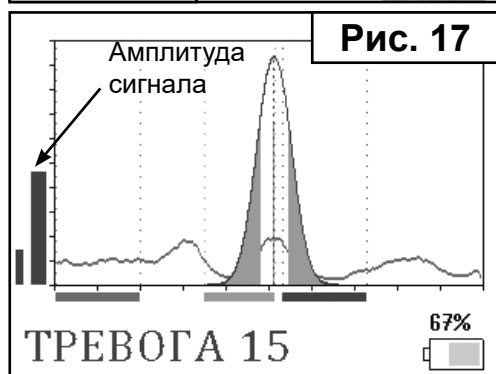

Рис. 17
5. Если детектор исправен, включится звуковой сигнал, а на дисплее появится надпись «ТРЕВОГА» (Рис. 17).